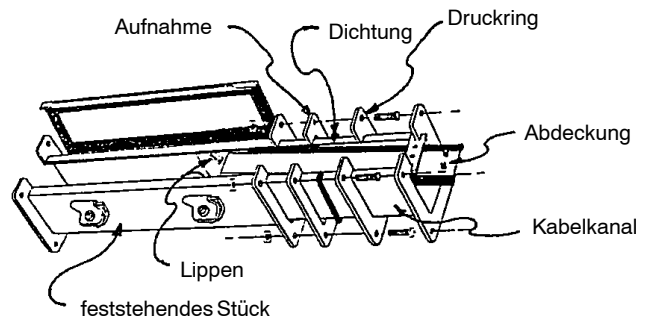

Abb. 8
1. Montieren Sie den Druckring, die Dichtung und die Aufnahme wie in Abb. 8 gezeigt auf dem Kanalstück.
4. Richten Sie den Druckring an der Dichtungsaufnahme aus und befestigen Sie ihn mit Schrauben und Muttern wie in Abb. 8 gezeigt.